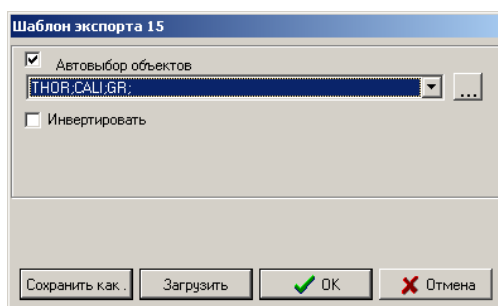

Рис. 1
12) шаблон экспорта – установить метку напротив опции «Использовать шаблон». Далее в возникающем окне (рис. 1) установить метку напротив опции «Автовыбор объектов», тогда мнемоники автоматически будут выбираться для экспорта;